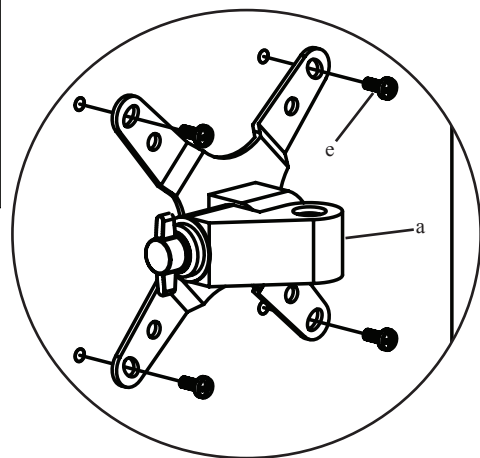
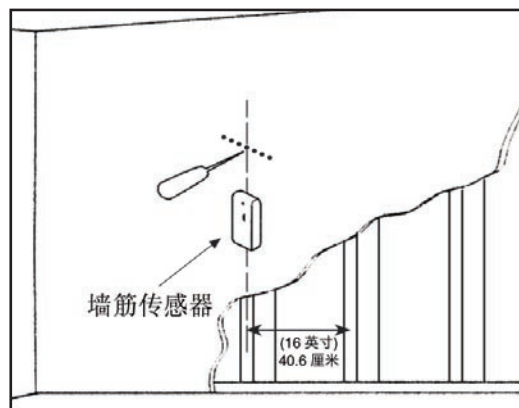

图 2a
图 2b
**步骤 2 - 安装到墙上：** 提供木立筋安装所需的五金件。其它安装所需的工具请联系当地的承包商或者从五金店购买。使用高质的墙筋传感器找到墙筋。最好先使用锥子或者细钉确定墙筋的位置（如图 2a 所示）。将墙板 (c) 作为模板先在墙上标出两个孔的位置。请确保这两个孔垂直对齐，并位于墙筋的中心。使用 0.5 厘米(3/16 英寸)钻头预先钻出两个深度为 6.4 厘米(2.5 英寸)的孔。然后使用两个方头螺栓 (d) 将墙板安装到墙上（如图 2b 所示）。最后使用内六角扳手 (b) 旋紧方头螺栓。